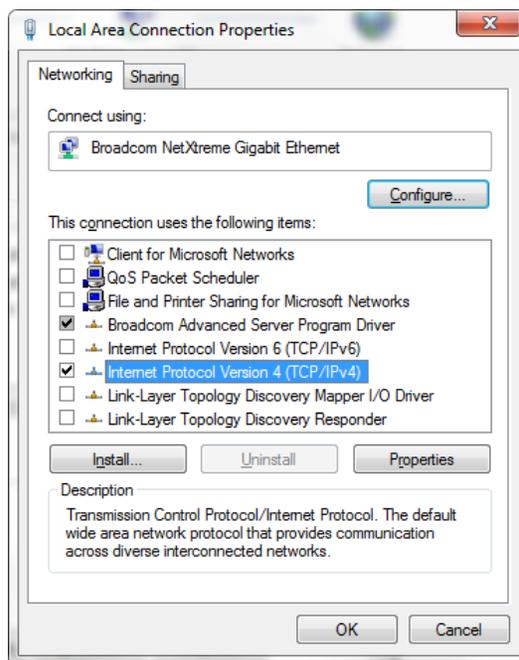

图 66：选择网络连接
- 13) 在 **Networking**（网络）选项卡中找到 **Local Area Connection Properties**（局域网连接属性）窗口，右击 **Internet Protocol Version 4 (TCP/IPv4)**（Internet 协议版本 4 (TCP/IPv4)）连接项或单击 **Properties**（属性）。见图 66